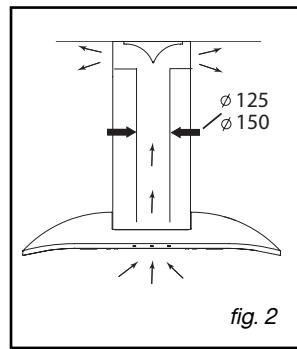

fig. 2
(fig. 2)
- Fixe o exaustor por meio dos 2 parafusos (D/fig.2).
- Monte a válvula de retenção na saída do motor (fig.2). Esta válvula de retenção permite obstruir a entrada de ar vindo do exterior.